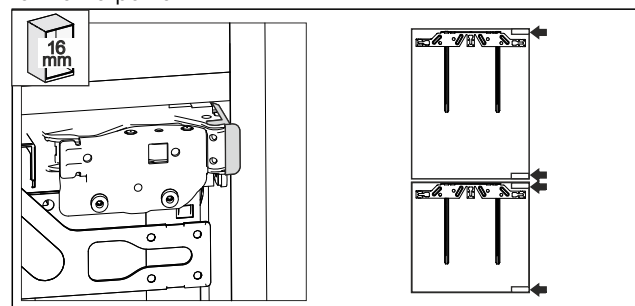

Fig. 57
- Paroi latérale de meuble d'une épaisseur de 16 mm : les entretoises reposent contre la paroi latérale de la niche d'ameublement côté charnière. Fig. 57 ()